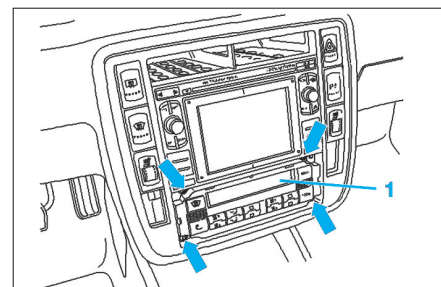

Fig. 5
- Dévisser les quatre vis (flèches) et extraire le panneau de commande de climatisation (1) (Fig.5).